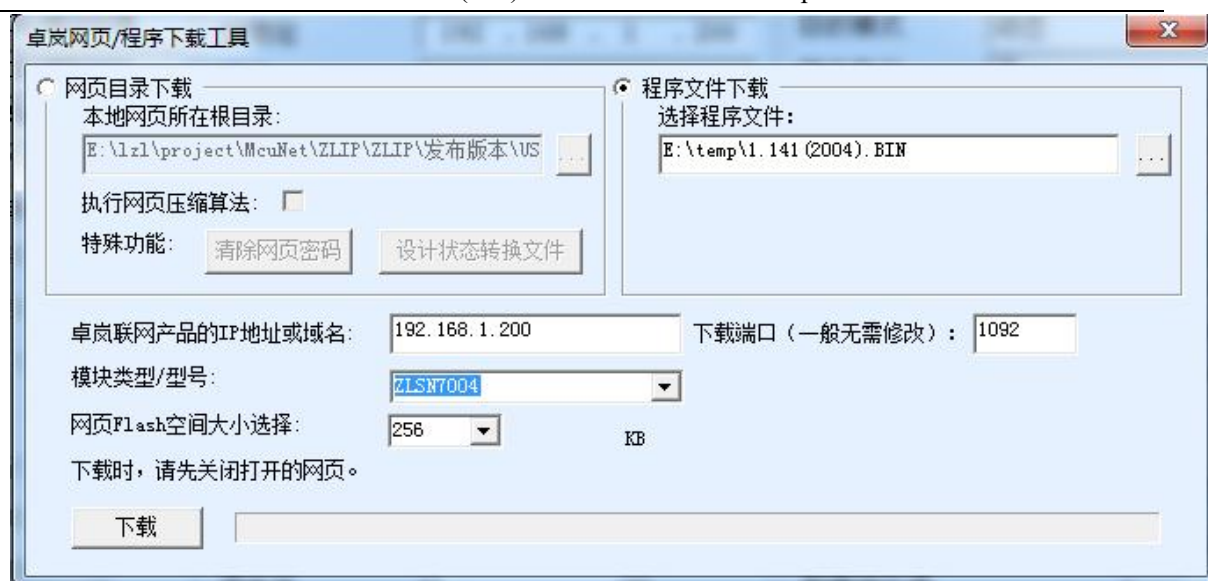

图 59 ZLSN2003 web 升级方法
- 3 如图 59 所示，选择“程序文件下载”单选项。在程序文件中，选择固件文件。串口服务器的 IP 地址部分已经自动填写好，无需再写入，模块类型/型号已经自动选择好。然后点击下载。
- 6 Web 配置界面更新：固件升级后模块内部的配置网页也需要更新，否则无法再通过 Web 配置，但是不影响通讯。无需 web 配置的也可以不下载网页。下载 Web 的方法是：如图 59 所示，将“程序文件”下载模式改为“网页目录下载”。并且选择本地网页所在根目录为需要下载的网页文件所在目录（该目录可以从卓岚获得），点击下载，将本地网页目录下的所有文件下载到设备内部的文件系统上。